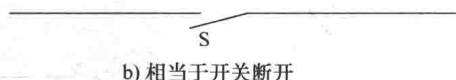

图 1-5 二极管导电性实验
(3) 二极管导电性实验如图 1-5 所示。通过实验可观察二极管的导电特性。